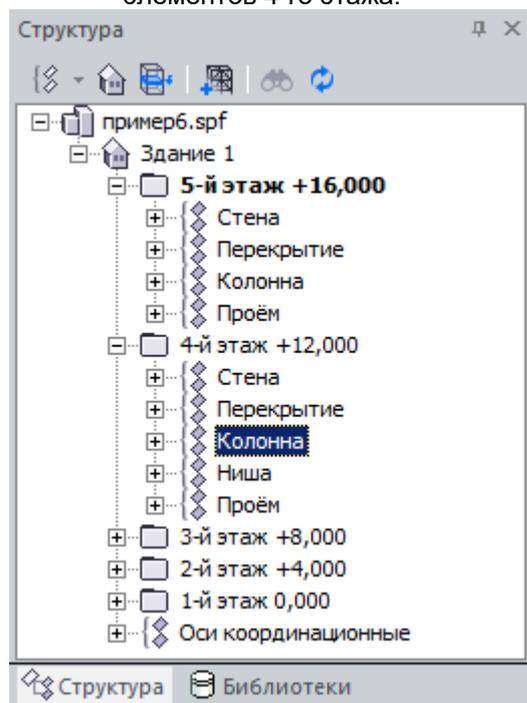

Рис.6.14. Диалоговое окно **Структура**
- В диалоговом окне **Структура** (рис.6.14) щелчком по строке  **4-й этаж +12,000** разверните список элементов 4-го этажа.